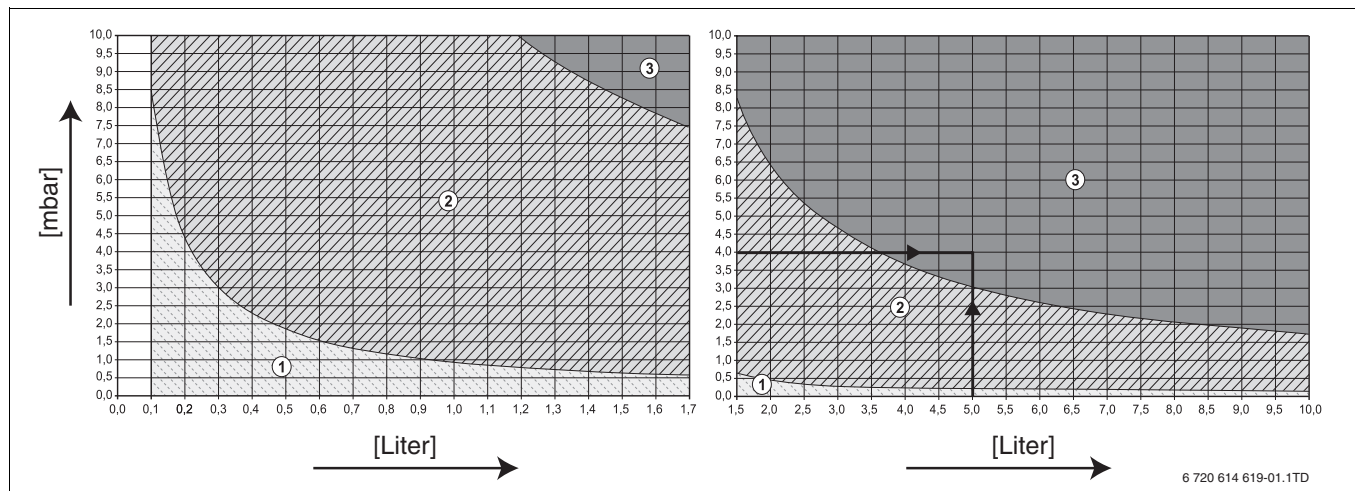

Bild 72 Zulässiger Druckabfall pro Minute bei der inneren Dichtheitsprüfung mit vorhandenem Gasdruck
- Mit dem ermittelten Druckabfall pro Minute und dem Prüfvolumen ($V_{\text{Prüf}}$) anhand des nachfolgenden Diagramms (→ Bild 72) ablesen, ob die Gasarmatur noch eingesetzt werden darf.
Liegt der Ablesepunkt von Prüfvolumen ($V_{\text{Prüf}}$) und Druckabfall pro Minute im Bereich „Armatur undicht“ (→ Bild 72, Seite 70) müssen Sie die nachfolgend beschriebene Prüfung durchführen.